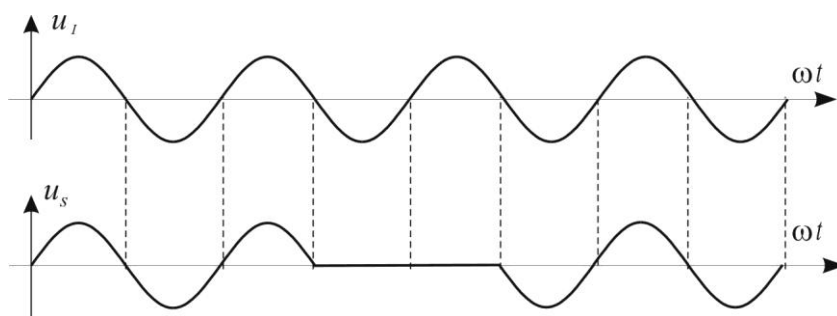

Fig. 4.11. Reglaj în trepte al puterii.
- Se poate modifica numărul de semiperioade al tensiunii aplicate sarcinii (fig. 4.11);